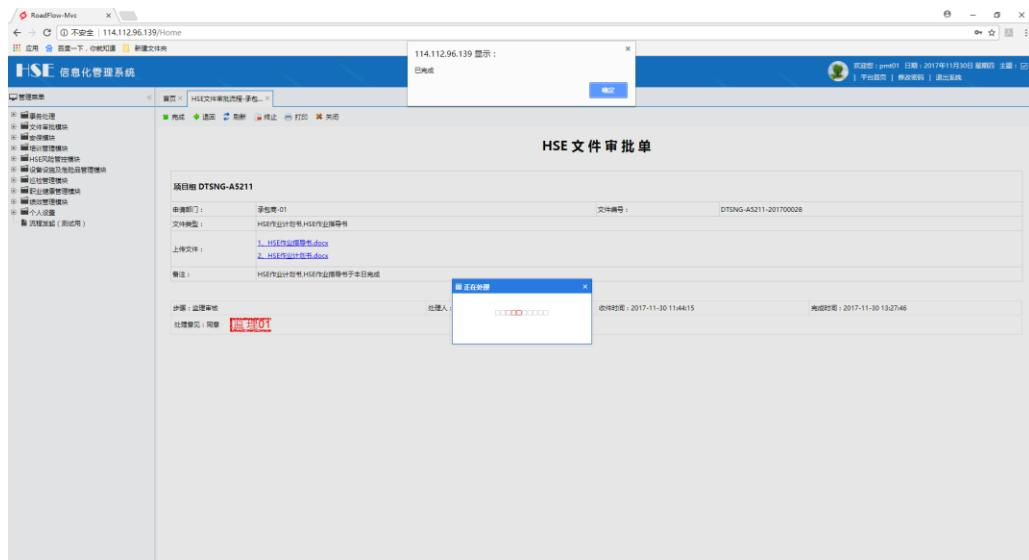

图 5.2-11 发送给 PMT 审批
2. 审查表单内容 , 内容合格无误后完成 HSE 文件审批流程 , 如图 5.2-11 所示 :